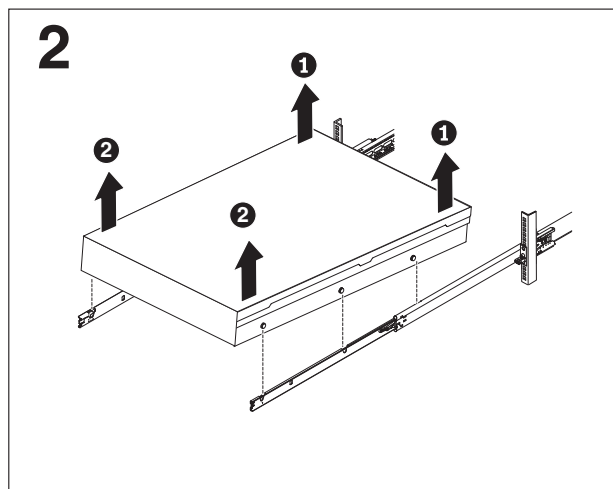

Figura 46. Erguendo o servidor dos trilhos deslizantes
6. Levante a parte posterior do **1** do servidor para o nível o servidor após as cabeças dos pregos frontais limparem as travas, conforme mostrado em Figura 46.